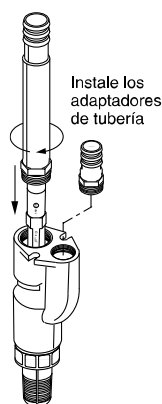

Figura 6
6. Cubra el extremo roscado del adaptador de tubería con 1-1/2 vuelta de cinta de Teflón. Enrosque el adaptador largo (incluido) en el orificio de descarga del eyector (para instalarlo, deslícelo sobre el venturi). Cubra con cinta y instale el adaptador corto (no incluido -disponible localmente) en el orificio de impulsión (ver Figura 6). Los adaptadores deben quedar apretados – en caso que el conjunto tenga fuga, la bomba no elevará agua del pozo).